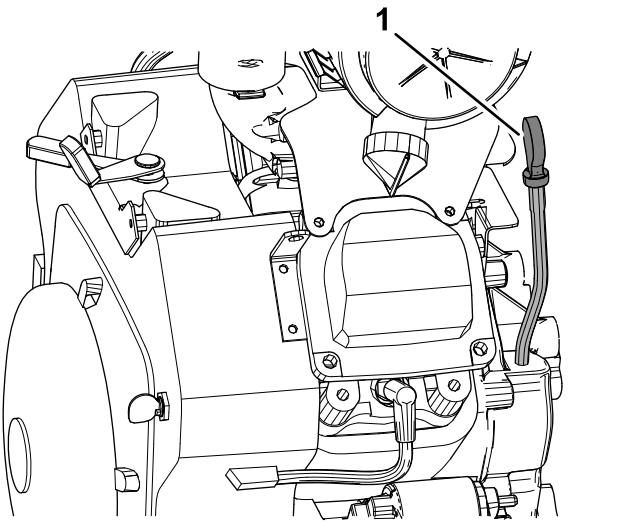
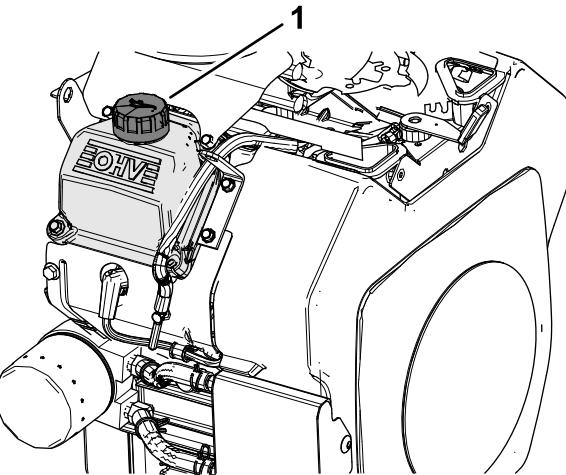

Figura 28
Figura 29
2. Limpe a zona em redor da vareta do óleo e do tampão de enchimento de óleo da cobertura da válvula (Figura 28 e Figura 29).
3. Retire a vareta e limpe a extremidade (Figura 28).